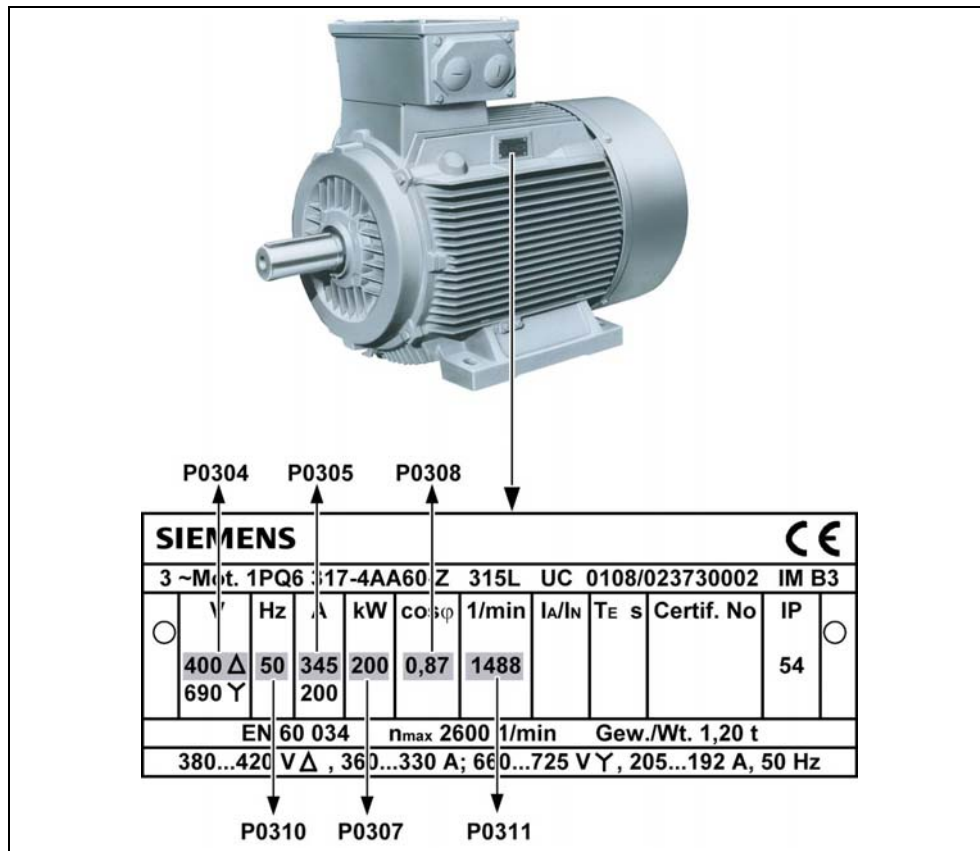

Bild 3-8 Beispiel eines typischen Motor-Typenschildes
3. Der Umrichter wird im Werk für Standardanwendungen mit 4-poligen Siemens-Standardmotoren programmiert, welche die gleiche Nennleistung haben, wie die Umrichter. Bei Verwendung anderer Motoren müssen deren Daten vom Motor-Typenschild eingegeben werden. Wie die Motordaten abgelesen werden, entnehmen Sie bitte Bild 3-8.